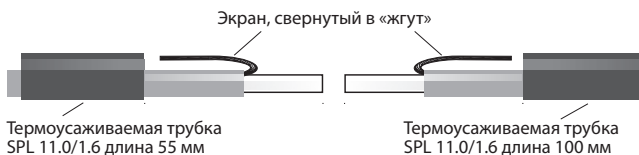

Рисунок 3
4.4. На оболочку одного отрезка кабеля надеть термоусаживаемую трубку SPL 11.0/1.6 длиной 55 мм; на другой отрезок надеть термоусаживаемую трубку SPL 11.0/1.6 длиной 100 мм. Сдвинуть их на 100 мм, освободив место для соединения жил согласно рис. 3.